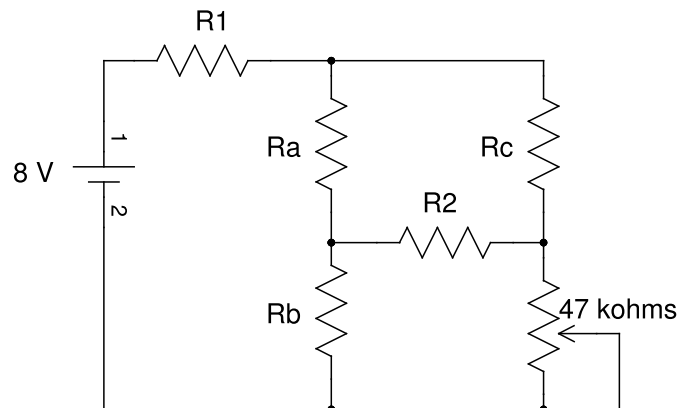

Figura 4.1
1. Monte o circuito da figura 4.1;
4.1. Considere o circuito da figura 4.1 e o experimento 4.2.1.